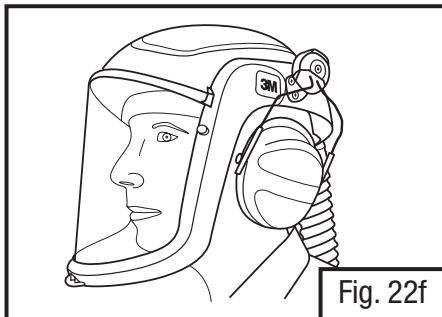

Fig. 22f
- **Uso:** En uso, las bandas de cable deben empujarse totalmente hacia delante y hacia la cabeza hasta escuchar un “clic” (Fig. 22f). Las almohadillas de copa deben rodear bien las orejas y sellar ligeramente contra la cabeza. Para una mejor atenuación, jale el cabello hacia atrás de las orejas, de modo que las copas yaczan cerca de la cabeza.